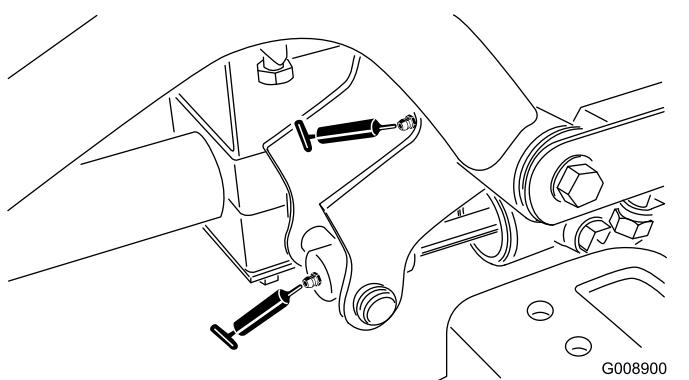

Figura 38
- 2 articulações dos braços de elevação dianteiros direitos e cilindro de elevação (Figura 38)